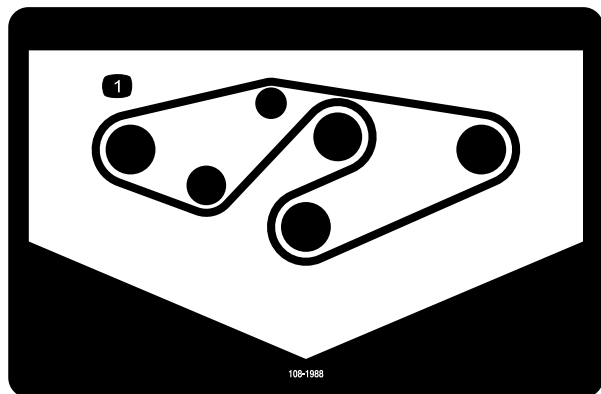

図 32
4. 図のように、スピンドルプーリとアイドラプーリに新しいベルトを回しかける（図 32）。